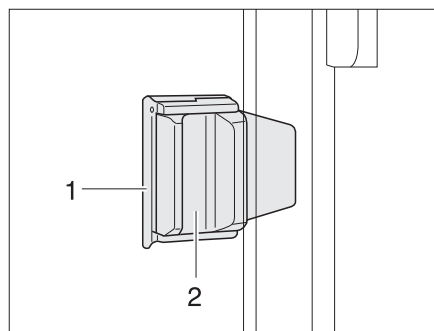

Fig. 57 Ventana corredera con con bloqueo corredizo
- Extraer el bloqueo (Fig. 57,1).
- Presionar el tirador (Fig. 57,2) y, al mismo tiempo, empujarlo hacia adelante o hacia atrás.
- Girar el botón de bloqueo (Fig. 57,1) en posición vertical.